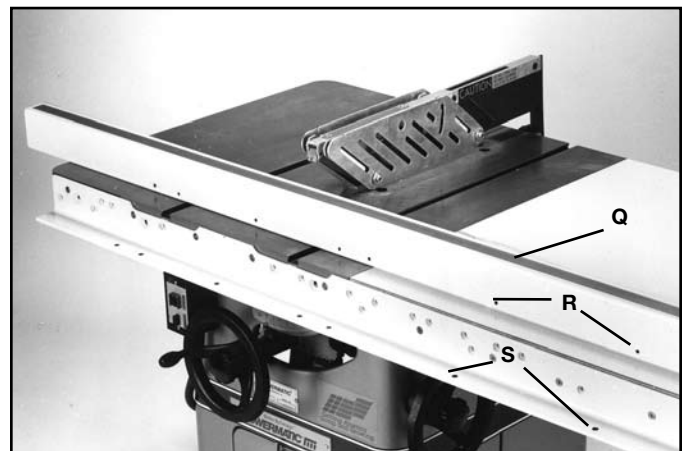

FIG. 22
14. Coloque el tubo de la guía (Q) Fig. 22 en el banco de la sierra como se muestra y alinee los orificios roscados (R) de la parte inferior del tubo de la guía con los orificios pasantes (S) del riel frontal. El tubo de la guía sobrepasará el riel en 152 mm (6") de ambos extremos.